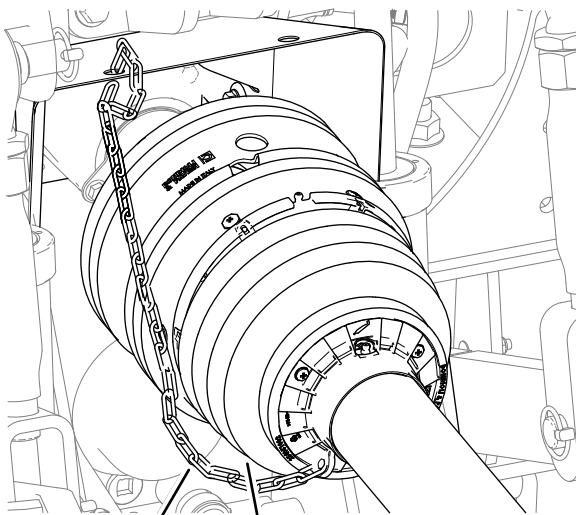

Bild 17
5. Prüfen, ob die Rückhalteketten zwischen der vorderen Schutzabdeckung der Zapfwelle und einem feststehenden Teil am Zugfahrzeug montiert ist (Bild 17).